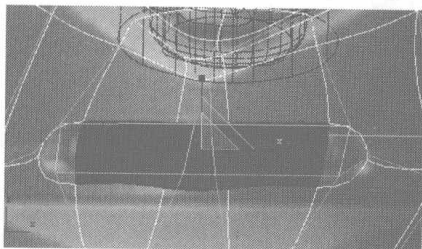
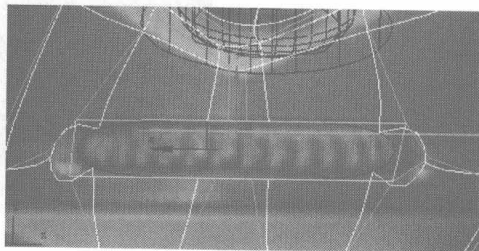
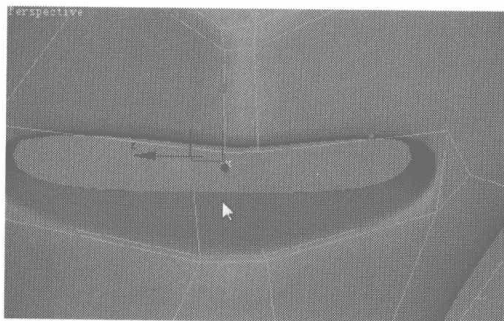

图 6.137
图 6.138
图 6.139
- 04 选择如图 6.137 所示的面，将其删除。切换为曲线编辑，选择如图 6.138 所示的曲线，在按住 Shift 键的同时在 Left 视图中向左移动少许，将该曲线向内拉伸出厚度，并用缩放工具将拉伸的面进行平行缩放，如图 6.139 所示。